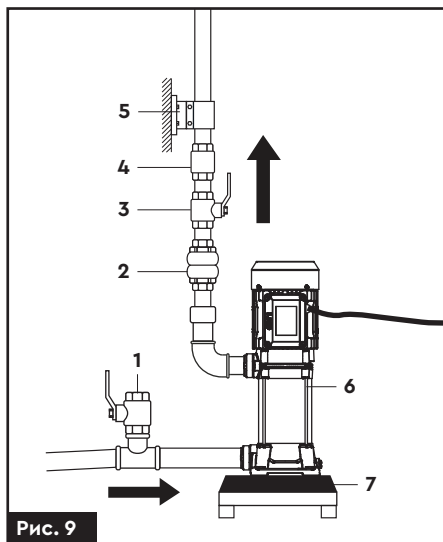

Рис. 9
3. Приєднайте напірний трубопровід до вихідного патрубка. З метою запобігання утворення повітряних бульбашок, які можуть перешкоджати нормальній роботі насоса, трубопровід не повинен мати гострих кутів типу «S» і/або зворотних нахилів. Шлях напірного патрубку трубопроводу має бути коротким і, по можливості, прямим, з мінімальною кількістю поворотів. У разі застосування перехідних муфт для приєднання всмоктуючого трубопроводу і зворотного клапана до насоса (6) (рис. 9), рекомендується ізолювати (обмотати) різьбове з'єднання тефлоновою (ФУМ) стрічкою.
4. Для полегшення проведення робіт по технічному обслуговуванню насоса, рекомендується на напірному трубопроводі встановити кульовий кран (3) (рис. 9), а також зворотний клапан (4) (рис. 9) між краном і напірним патрубком насоса.
док (7) (рис. 9) або інших антивібраційних матеріалів.
6. Для зниження вібраційного шуму, з'єднання з жорсткими трубопроводами треба здійснювати за допомогою компенсаторів (2) (рис. 9) або гнучких труб.
7. Для зниження шуму рекомендується встановити на напірному трубопроводі опору (5) (рис. 9).